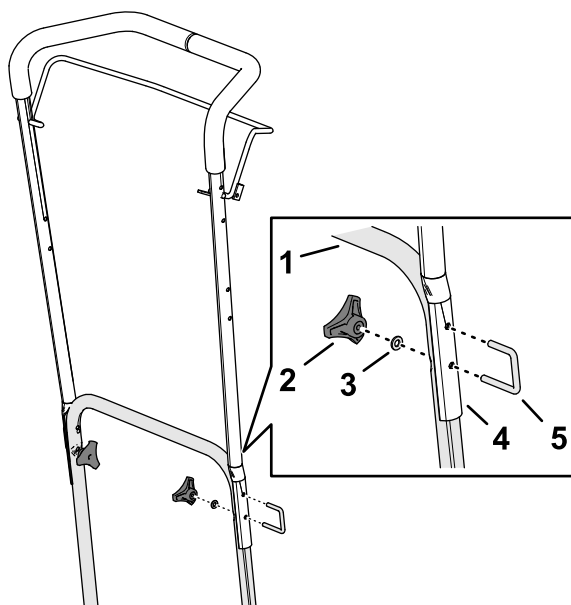

Figura 8
1. Alinhe os furos na pega superior com os furos da pega inferior Figura 8.